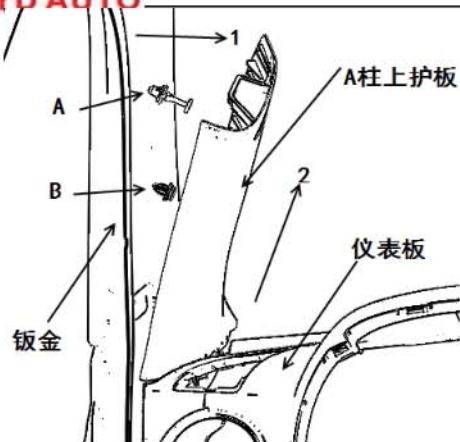

图1-66 A柱上护板拆卸示意
2) 用力往车前方向推动 A 柱上护板上端，使上端卡扣 A 的一级卡紧结构从卡扣座脱出；沿图 1-66 中箭头 1 方向往外转动护板上端，使卡扣 A 尾端完全脱出卡扣座，卡扣 B 与护板一起脱出钣金孔；
3) 沿图 1-66 中箭头 2 方向往上取，即可拆下 A 柱上护板；